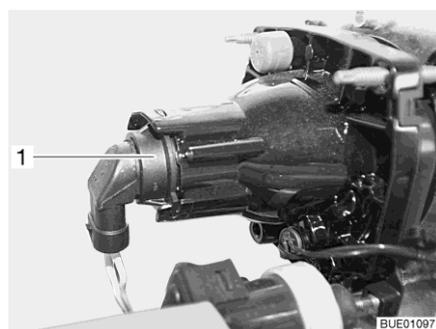

Fig. 163 Feux de croisement/feux de position/feux de route
- Placer la main derrière le support de l'ampoule (Fig. 163,1).